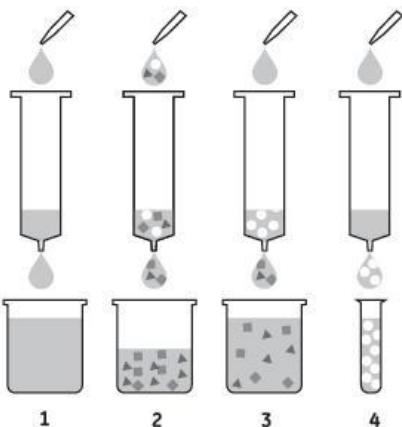

图 4. 使用 Protein At Beads 4FF 重力柱纯化蛋白流程示意图
**Protein At Beads 4FF 重力柱** 使用请参考以下说明，各溶液用量均按照柱体积计算（例如：2 个柱体积， $1\text{ ml}$  规格对应为  $2\text{ ml}$  溶液， $5\text{ ml}$  规格对应为  $10\text{ ml}$  溶液）。整个纯化流程大约需要  $30\text{ min}$ （主要取决于样品体积和溶液的粘稠性），操作快捷。使用流程请参考图 4。